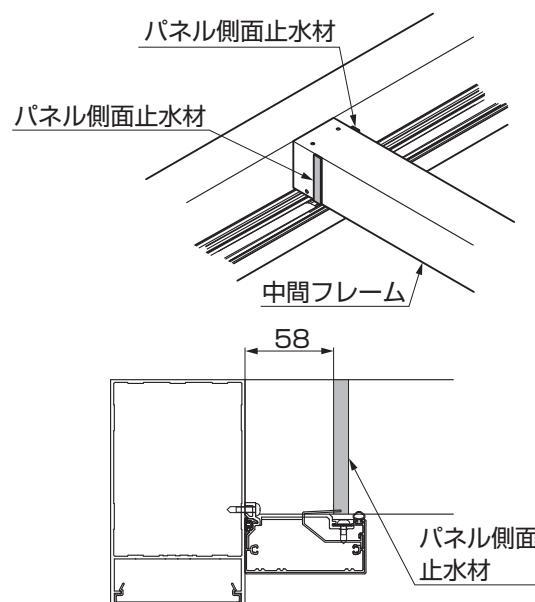

図8-4 B部詳細図
①パネル側面止水材を35mmに加工してA部のフレーム・中間フレームに貼付けてください。
②パネル側面止水材を樋取付け側B部のフレーム・中間フレーム側面部に貼付けてください。(図8-4参照)